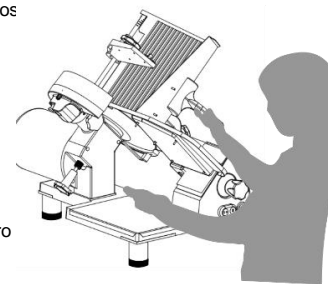

FIG 4. POSICIÓN DE TRABAJO
7. Ubíquese en la posición correcta de trabajo (Ver Fig. 4), ahora puede comenzar a rebanar producto. Para mejores resultados mantenga afilada la cuchilla (2).
8. Una vez rebanado el producto deseado, pause el equipo presionando la Tecla "INICIO" (AMS-350T) o el botón rojo "OFF" (RMS-350) y gire la perilla del regulador (6) hasta el tope (ASEGURESE QUE EL PLATO(12) CUBRA COMPLETAMENTE EL FILO DE LA CUCHILLA PARA EVITAR ACCIDENTES).